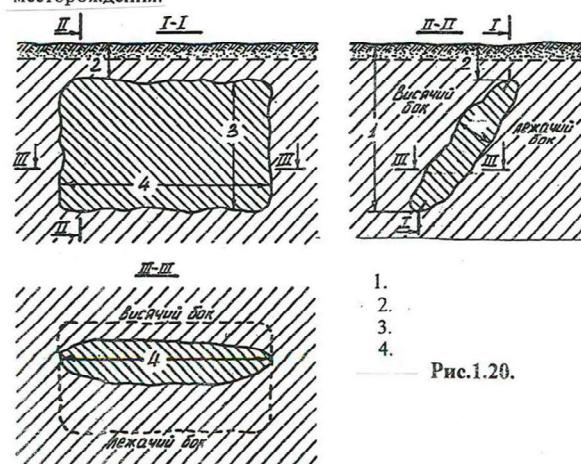

Рис.1.20.
5. На рис. 1.20 изображены три типовых разреза месторождения. Укажите на вертикальном разрезе по простирианию (продольной проекции на вертикальную плоскость) длину месторождения.